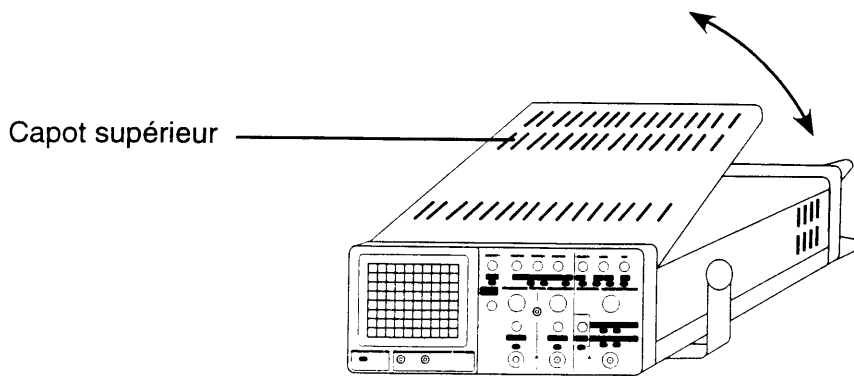

figure 25
- Enlever le capot supérieur en prenant garde de le désengager de la face avant (figure 25).
- Repositionner le capot en emboîtant sa partie avant dans la face avant de l'oscilloscope (figure 25).